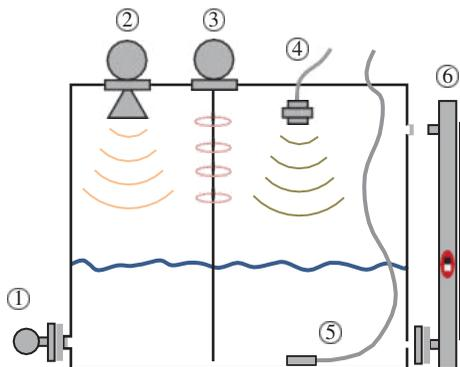

Рисунок 5.2
Широкий выбор измерители уровня включают давление (1), радар (2), управляемый радар (3), ультразвуковой (4), давление (5) и магнитный поплавков (6) (рис. 5.2).